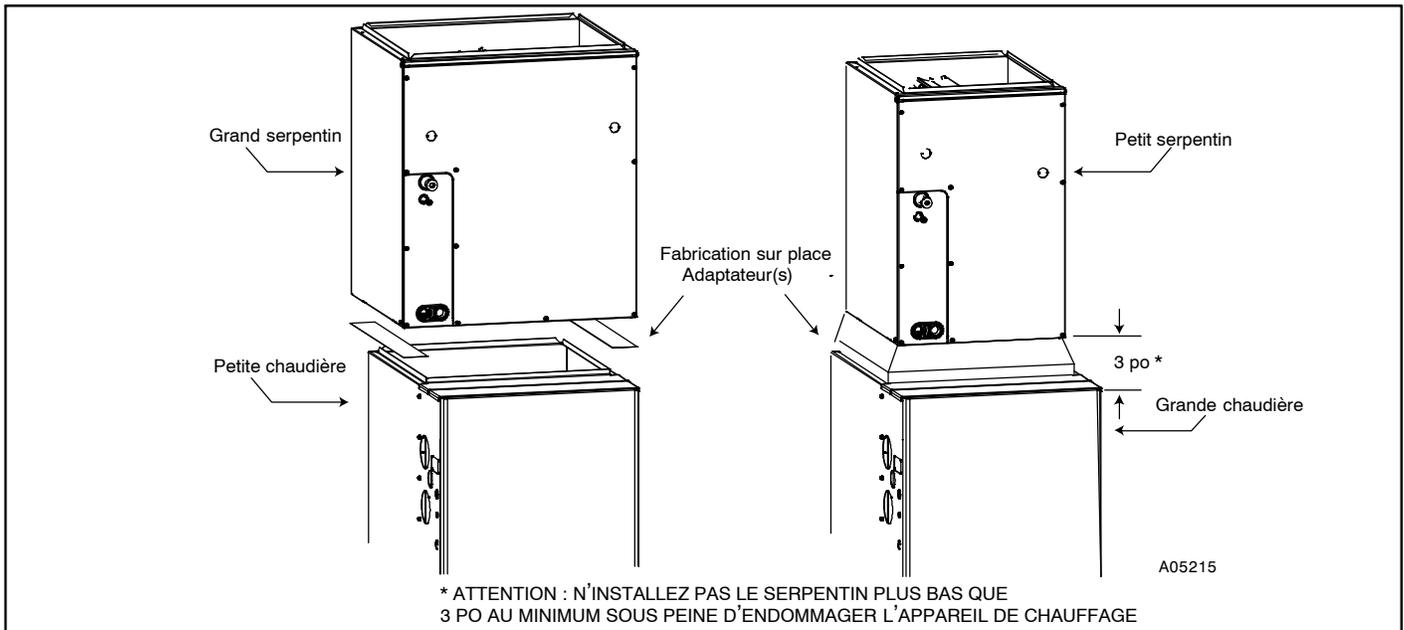

Figure 2 – Installation des adaptateurs lorsque le serpentin surplombe ou est suspendu à l'appareil de chauffage
3. Pour installer un grand serpentin sur un appareil de chauffage plus petit, créez un adaptateur de fabrication locale. (Consultez la **Figure 2.**)
4. Pour installer un petit serpentin sur un appareil de chauffage plus grand, créez un adaptateur de fabrication locale. (Consultez la **Figure 2.**)
7. Si le serpentín est plus large que l'appareil de chauffage, utilisez une transition d'au moins 4 po et des vis autotaraudeuses pour fixer l'appareil de chauffage. (Consultez la **Figure 2.**)
5. Si le serpentin est plus large que l'appareil de chauffage, utilisez une transition d'au moins 4 po et des vis autotaraudeuses pour fixer l'appareil de chauffage. (Consultez la **Figure 2**.)